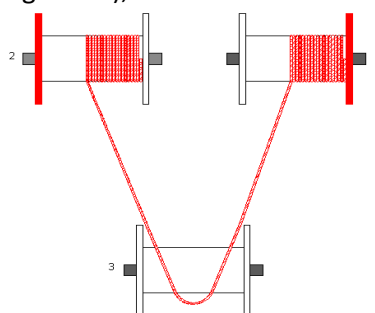

Figura 16 - Transferência do cabo para bobina 3
- Posicionar a bobina 3 (vazia), fixar o meio do cabo na mesma, e transferir completamente o cabo de aço das bobinas 1 e 2 (Ver Figura 16);